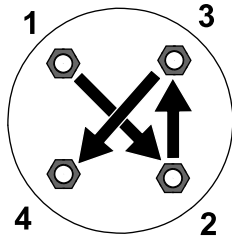

図 11
3. 図 11のように対角線パターンで、ラグナットをトルク締めする 108-122 N·m 11-12 kg·m = 80 to 90 ft-lb。